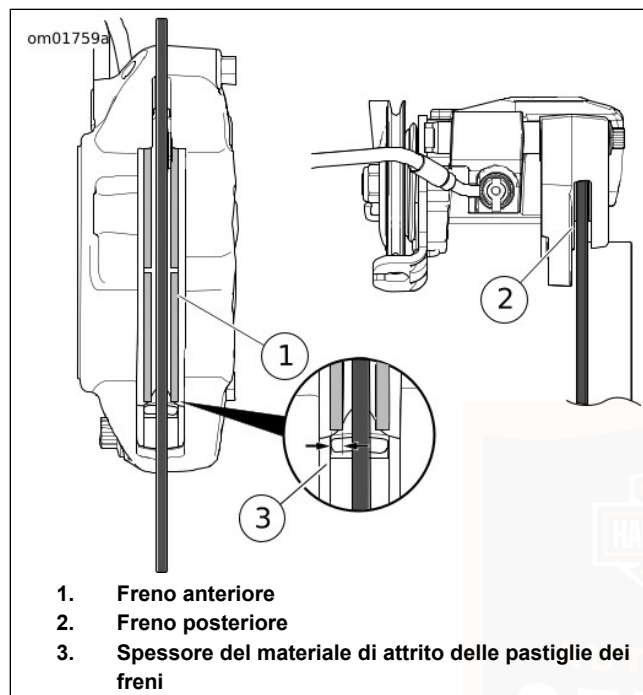

Figura 64. Materiale di attrito dei freni
2. Vedere Figura 64. Controllare il disco o il rotore del freno mentre gira. Il disco/rotore deve essere centrato nella pinza del freno.